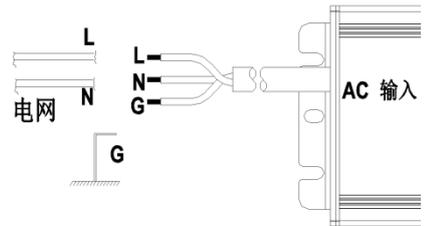

图 2
- 5.3. 将电源的交流输入 L 线接入输入电网保护开关的 L（火线）接线端子上，N 线接入电网保护开关的 N（零线）接线端子上；（见图 2 示意）